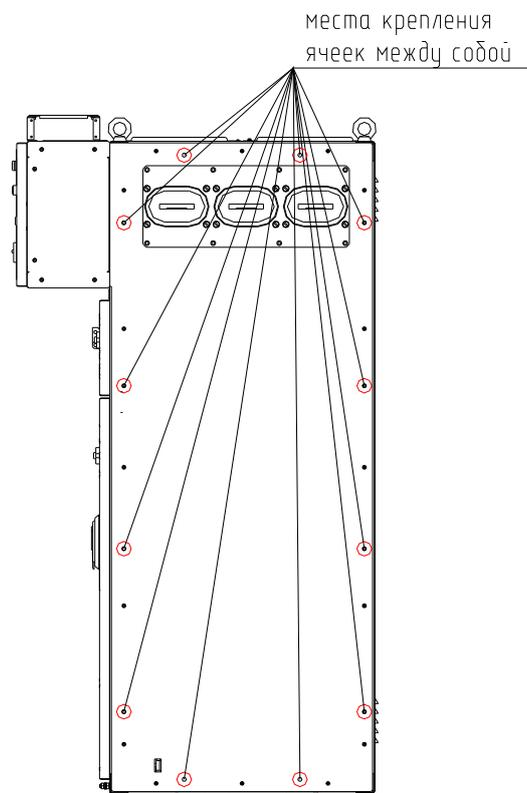

Рисунок 20 - Места соединения КСО при монтаже
2.2.4.5 Соединить соседние КСО между собой болтами М10 из комплекта поставки (рисунок 20).